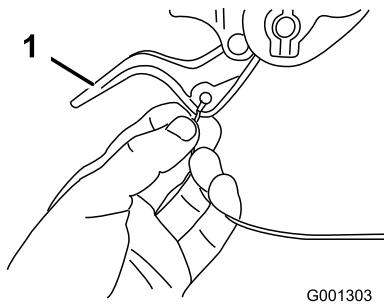

Рисунок 6
- Пропустите левый или правый конец троса над нижней рукояткой и вставьте конец троса в отверстие соответствующего рычага муфты свободного хода (Рисунок 6).